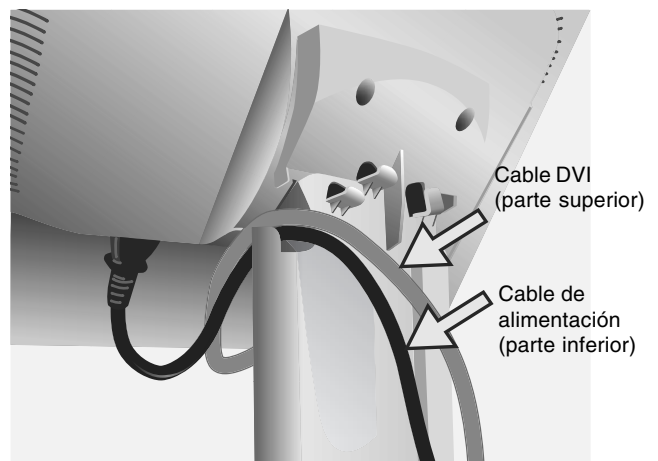

Figura C.2
5. Para manejar los cables sin problemas, coloque cada cable en el conducto en el orden que se indica: cable de alimentación y cable DVI (**figura C.2**).